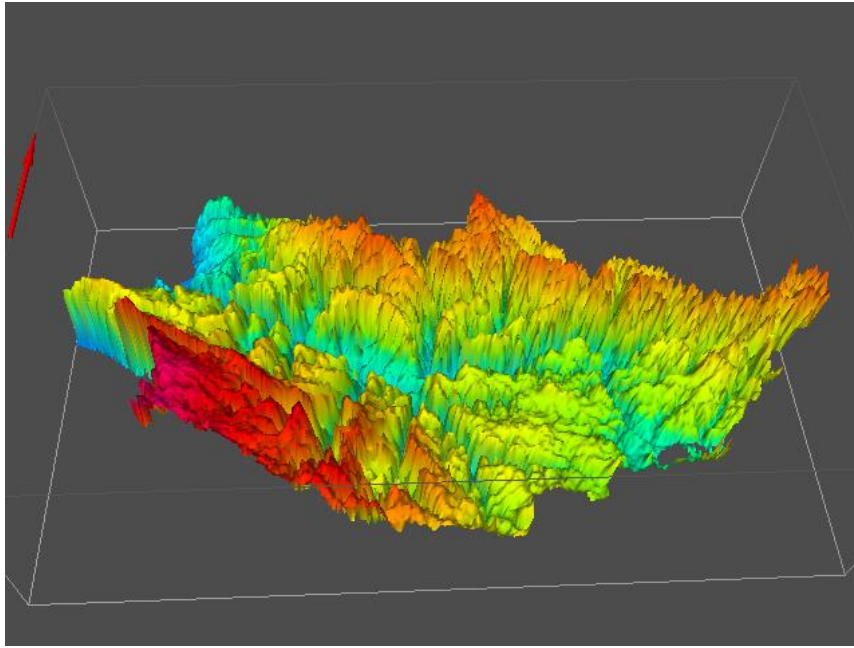

Figure 30 – Exportation directe par WinMarthe d'un champ d'un modèle MARTHE en VRML et visualisation par GLVIEW ®.
- WinMarthe :  : En représentation 2.5D vers : VRML (Figure 30)